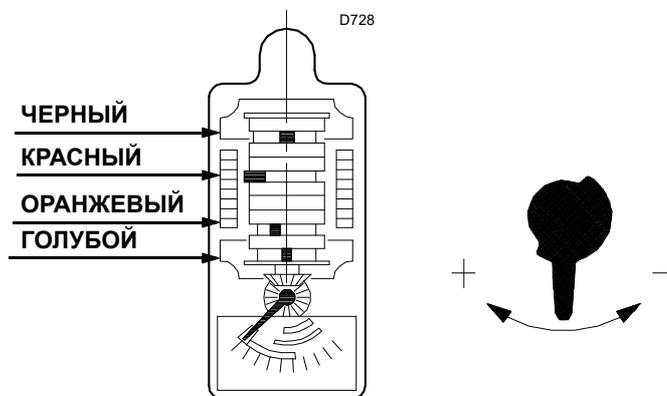

Рис. 32
- Если его необходимо снизить, слегка уменьшите угол оранжевого рычажка (Рис. 32 на стр. 26) небольшими последовательными перемещениями, то есть перейдите с угла 15° на 13°, 11° и т. д.
Сервопривод (Рис. 32) регулирует воздушную заслонку. Не изменяйте (на данный момент) заводскую настройку 4 рычажков, которыми он оснащен. Табличка с четырьмя цветными секторами показывает точку срабатывания рычажков.